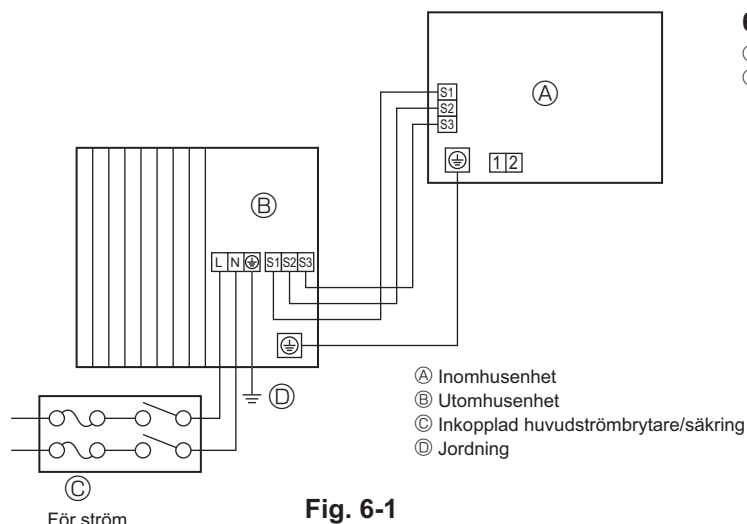
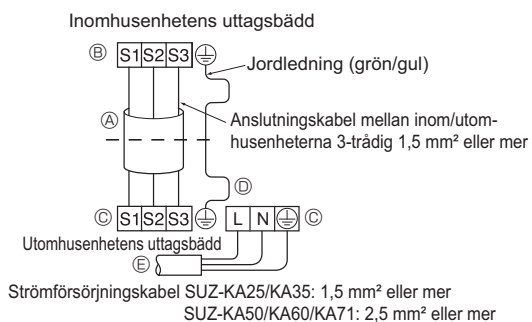
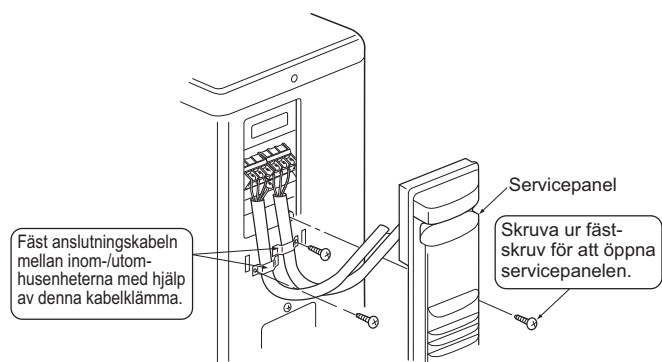
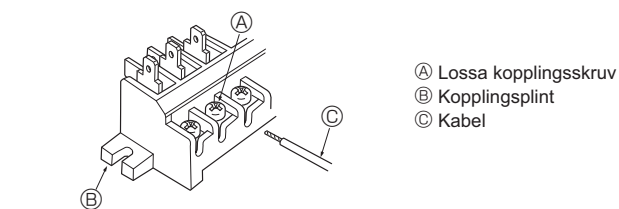

Fig. 6-1
Fig. 6-2
Fig. 6-3
Fig. 6-4
### 6.1. Utomhusenhet (Fig. 6-1, Fig. 6-2, Fig. 6-3, Fig. 6-4)
- ① Ta bort servicepanelen.
- ② Anslut kablarna med hänvisning till Fig. 6-1, Fig. 6-2, Fig. 6-3 och Fig. 6-4.
- Utför ledningsdragningen enligt diagrammet till vänster. (Köp in kabeln lokalt) (Fig. 6-2)
- Var försiktig så att du inte ansluter kablarna fel. (Fig. 6-4)